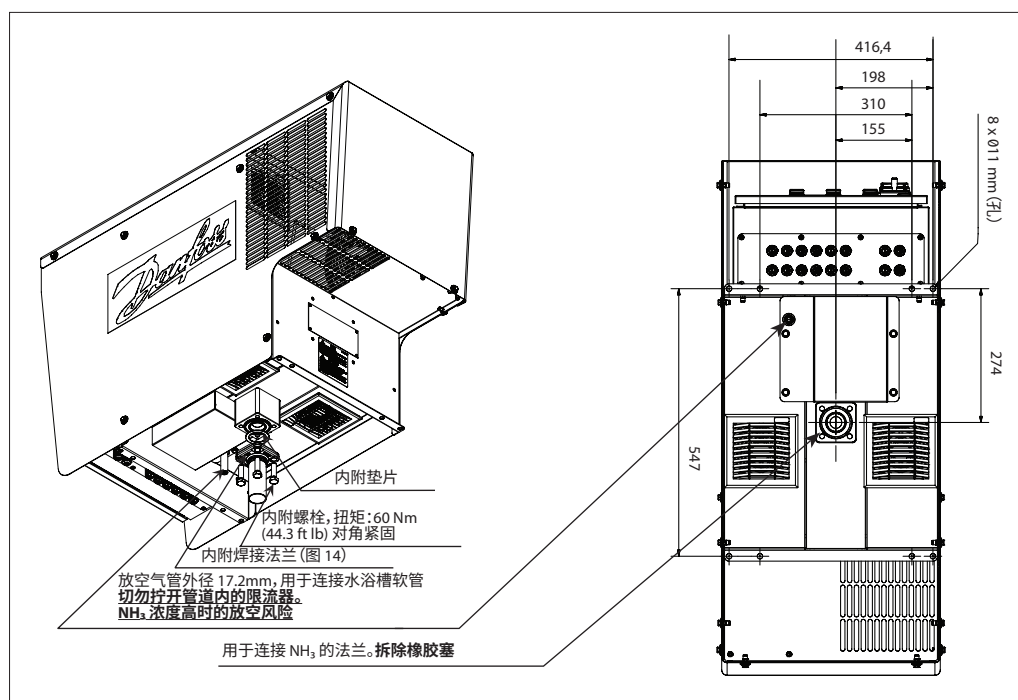
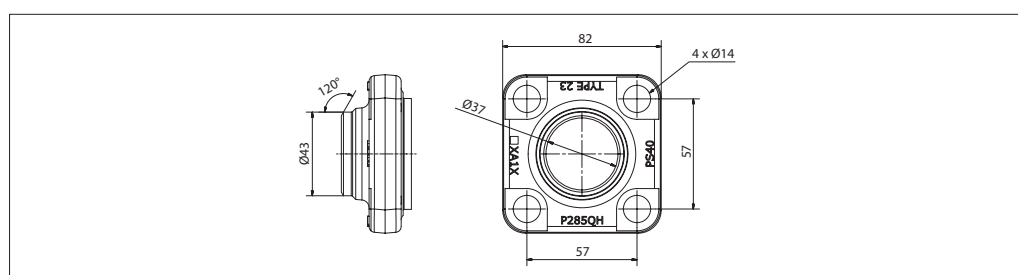

图 13 — 氨管路连接
图 14 — 附带的焊接法兰
- 按照图 13 和图 14 准备与焊接法兰连接的氨管道。主配管/排放配管的内径不得小于 $\text{Ø}37$ mm (1.5 in)。
- 使用空分柜体两侧的吊耳将空分提升到适当位置。取下法兰开口上的橡胶塞。参见图 13。